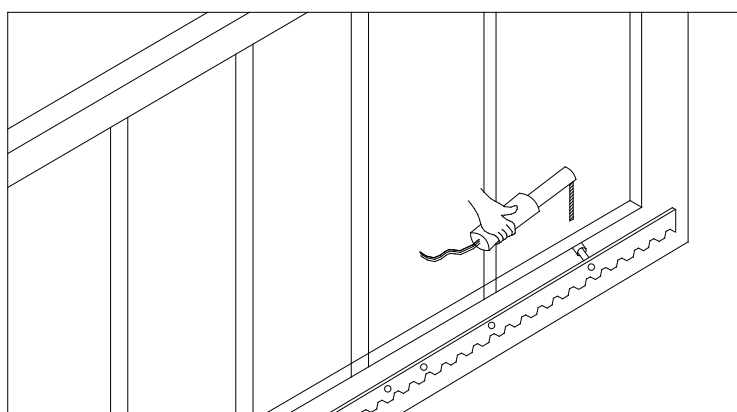

Figura 5
- 3) Mueva manualmente la puerta (la puerta debe moverse suavemente después de desbloquear el motor) para verificar si hay un espacio de ajuste entre la cremallera y el engranaje de salida, como se muestra en la Figura 5.